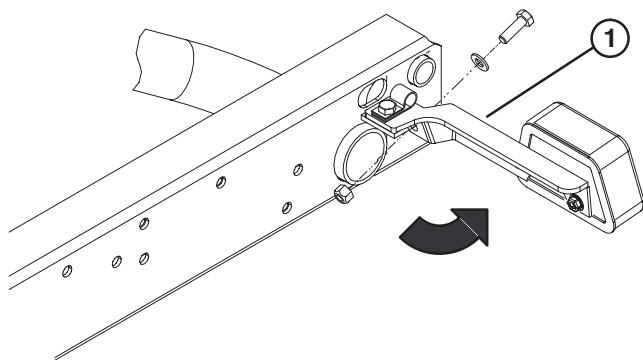

Figura 1
3. Fije la parte trasera de cada soporte de las luces traseras a la parte trasera de los soportes del bastidor con un tornillo de caperuza de 5/16–18 x 1 pulgada de longitud, una arandela plana de 0,344 pulg. D. I. y una contratuerca, según muestra la Figura 1.